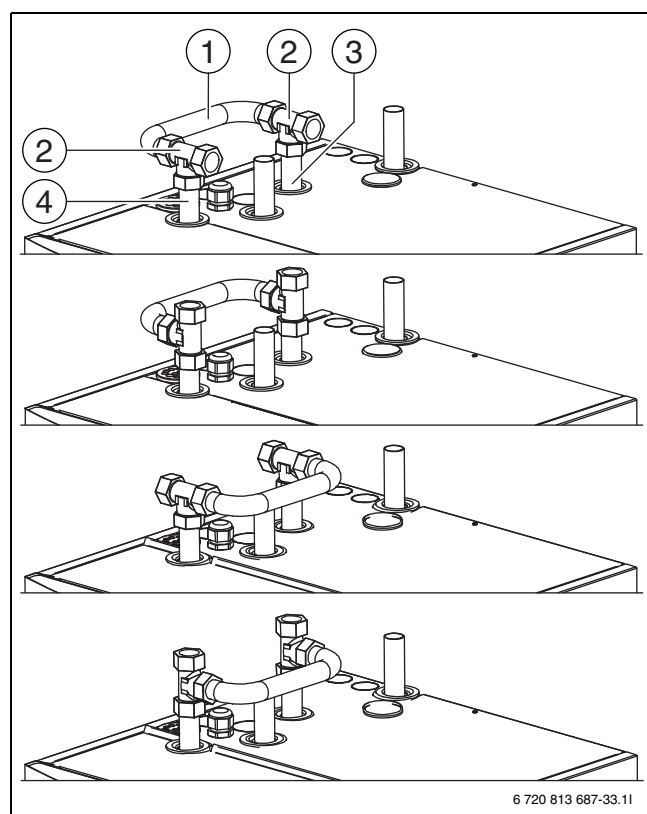

Fig. 19 Bypass
- ▶ Kople til returledningen for varmeanlegget til [4] (→ fig. 19).
- ▶ Kople til turledningen for varmeanlegget til [3] (→ fig. 19).
Monter bypass-ledning og T-koblinger tilsvarende en av de gitte alternativene (→ fig. 19).